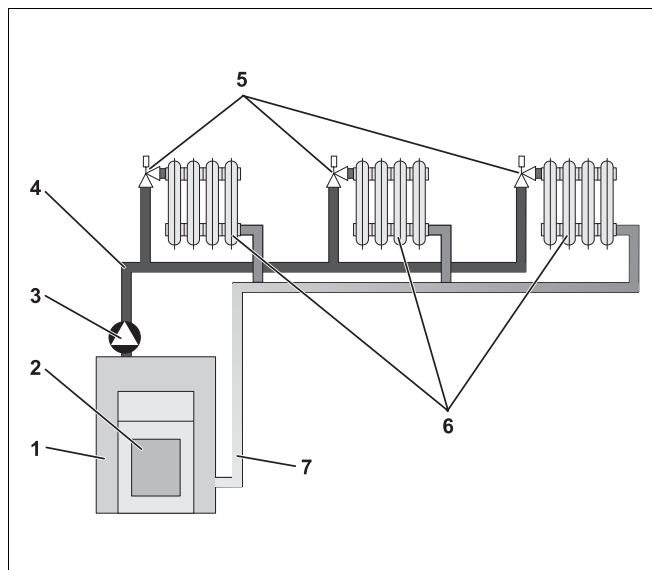

Fig. 1 Schema di riscaldamento a pompa
Nella fig. 1 è rappresentato il circuito di un impianto di riscaldamento a pompa: Il bruciatore (2) riscalda l'acqua nella caldaia (1). Quest'acqua di riscaldamento è sospinta dalla pompa (3) attraverso la tubazione di mandata (4) ai radiatori (6). L'acqua di riscaldamento scorre attraverso i radiatori, cedendo una parte del suo calore. Attraverso la tubazione di ritorno (7), l'acqua di riscaldamento rifluisce nella caldaia ed il ciclo comincia nuovamente.
Un circuito di riscaldamento corrisponde alla circolazione che l'acqua di riscaldamento attua dalla caldaia attraverso i radiatori e ritorno (fig. 1 a pag. 8). Un circuito di riscaldamento semplice è composto dal generatore di calore, dalla tubazione di mandata, dal radiatore e dalla tubazione di ritorno. La circolazione dell'acqua di riscaldamento è assicurata da una pompa installata nella tubazione di mandata. Se la tubazione è ben isolata, tutti i radiatori hanno la medesima temperatura di mandata.